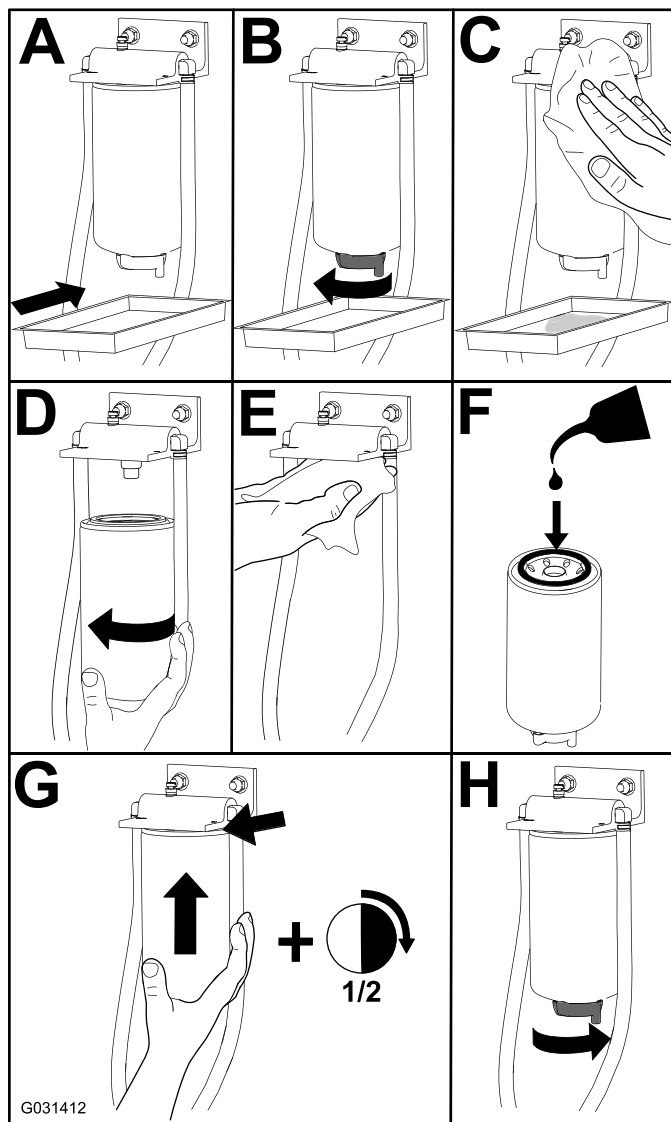

Figura 87
1. Sustituya el filtro tal y como se muestra en la Figura 87.